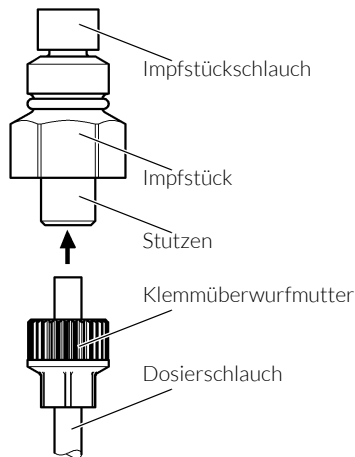

Abb. 8: Impfstück
- / Klemmüberwurfmutter ca. 2 cm über den Dosierschlauch schieben (siehe Abb. 8).